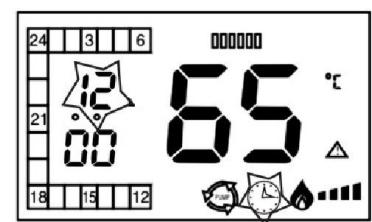

Рис.5
7. Подключить комнатный регулятор температуры при помощи двухжильного провода 2х0,75мм2 к клеммам котла(рис.5).